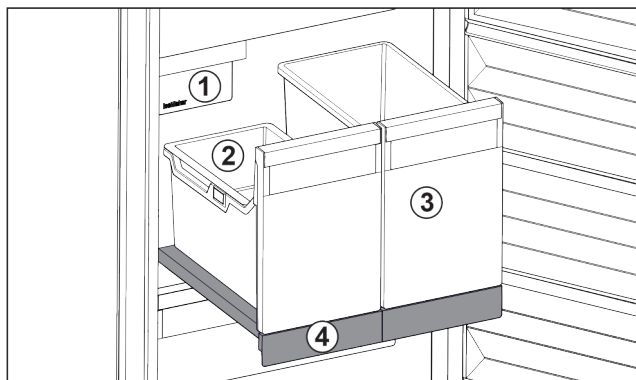

Fig. 79 Utdragshylla med IceTower
Det finns två stora behållare på utdragshyllan (IceTower). I behållaren Fig. 79 (2) lagras och samlas istärningar från IceMaker. Behållaren Fig. 79 (3) är avsedd för förvaring av höga livsmedel som pizzor eller alkoholhaltiga drycker.